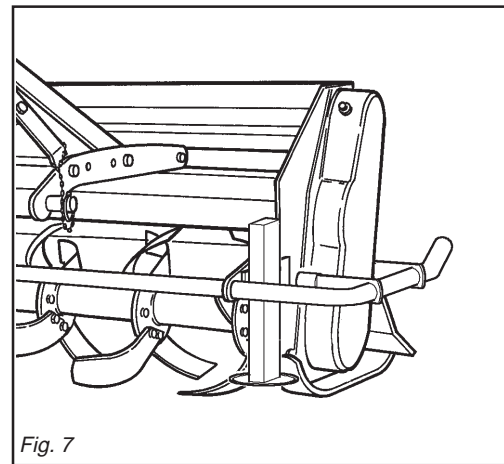

Fig. 7
- 5 - Position the support foot as shown in the figure 7.
- 5 - Den Stützfuß wie in Abb. 7 gezeigt anordnen.
- 5 - Positionnez le pied d'appui (voir fig. 7).